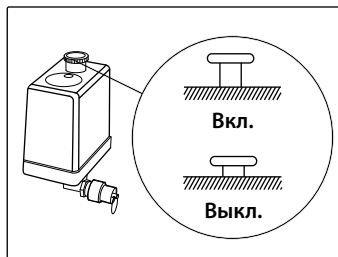

Рис. 5
- Пусковой выключатель на реле давления находится в положении «О» – «OFF» («Выключено») (рис. 5).